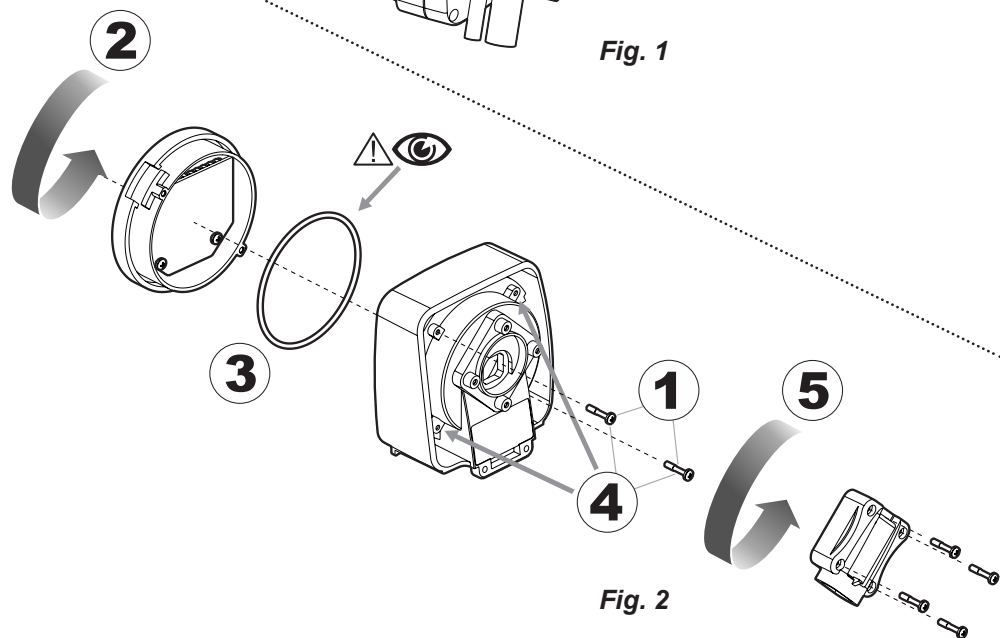

Fig. 2
2.3 Rotazione del display (Fig. 2, Pag. 5)